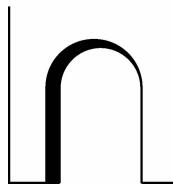

图 4-23 绘制直线段(三)
(4) 绘制长度为 10 mm 和 5 mm 的直线段, 设置线宽为 0.3, 如图 4-23 所示。